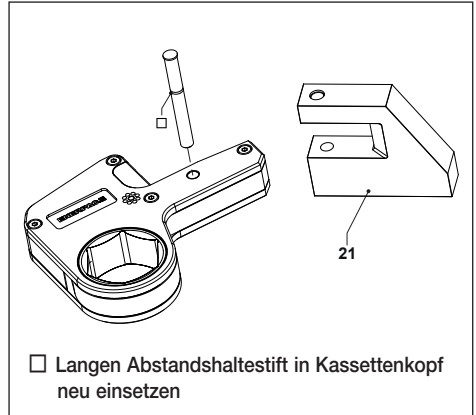

Abb. 7
3.4.2 Anbringen des Abstützfußes der WRP-Serie (Abb. 7)
- Setzen Sie die Kassette in die Aussparung des Abstützfußes (21) der WRP-Serie ein, indem Sie die Löcher im Fuß am Loch in der Kassette ausrichten.